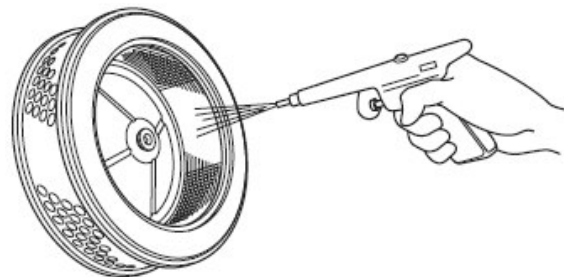

Abb. 30: Papierfiltereinsatz reinigen
Schritt 4: **2 : 1-Untersetzungsgetriebe:** Den Öleinfüllverschluss/Messstab sicher eindrehen (s. Abb. 30).